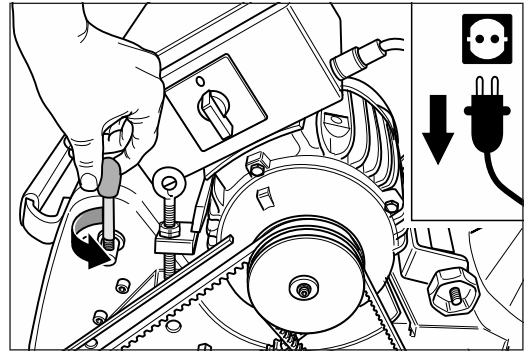

Abb. 41 Den Bedienungshebel vom Aggregat abschrauben. Abbildung ähnlich.
- 7 Schrauben Sie den Bedienungshebel vom Aggregat ab (Abb. 41).